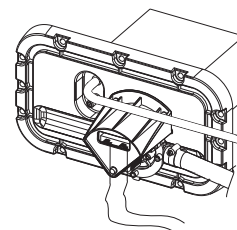

Fig. 14.d
1. ôter la face supérieure de la partie hydraulique de la machine en dévissant les vis (Fig. 14.b);
2. ôter le tuyau de la vapeur du goulot supérieur du cylindre (Fig. 14.c);
3. débrancher délicatement le capteur du cylindre (Fig. 14.c, pièce n° 3);
4. ôter du cylindre, le tuyau de compensation de la pression du contrôleur de niveau (Fig. 14.b, pièce n° 1);
6. ôter la vis de mise à la terre du cylindre (Fig. 14.b, pièce n° 5);
7. s'il est présent, ôter le revêtement thermique externe (Fig. 14.b, pièce n° 4);